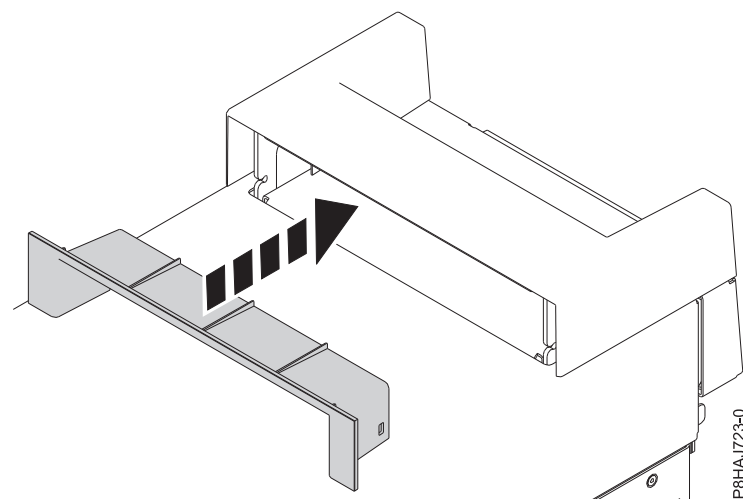

Figure 24. Insertion de la pièce plastique dans la poignée sur un système autonome 8286-41A
2. Insérez la pièce plastique (garniture intérieure) dans la poignée en la poussant fermement comme illustré figure 24.